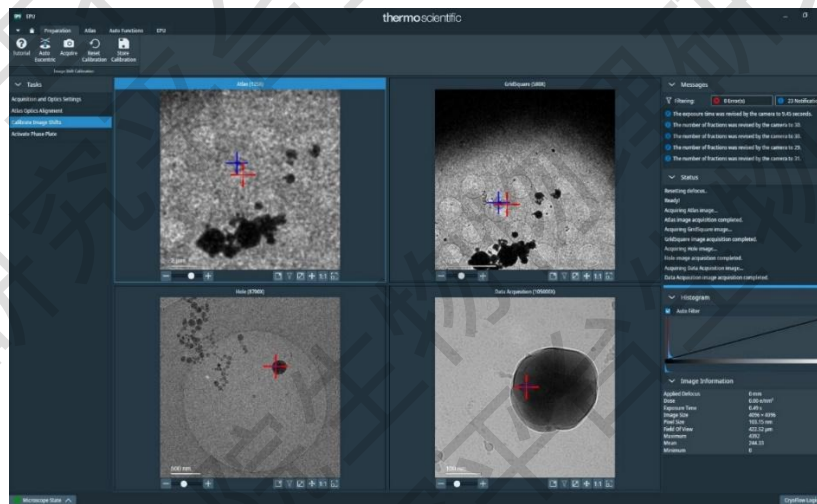

图 8: 高低倍对中
2. 在 Preparation 模块左侧列中找到 Calibrate Image Shifts，打开页面，点击左上角的 Start (若显示出 Resume，则继续点击 Resume)，见图 8。